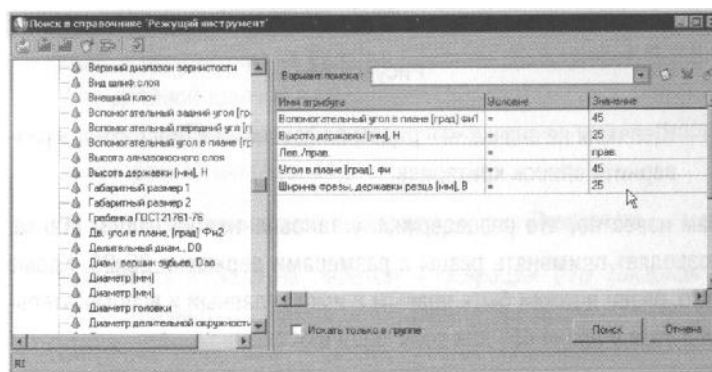

Рисунок 46
7) Аналогичным образом добавьте в список для поиска следующие критерии и их значения (рис. 46):